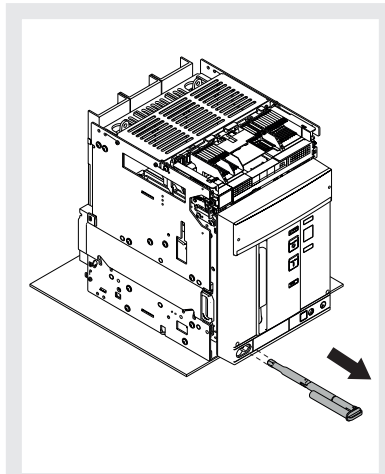

Figure 43
8. Extraire la manivelle de sectionnement de son logement. Voir Figure 43.